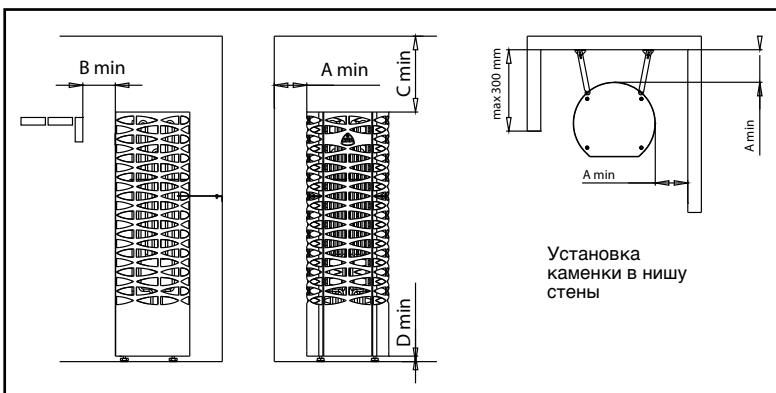

Рисунок 1. Расстояния безопасности для каменки SAANA
\*\*) См. рис.1
- Электрокаменку допускается устанавливать также в нишу стены. См.рисунок 1.